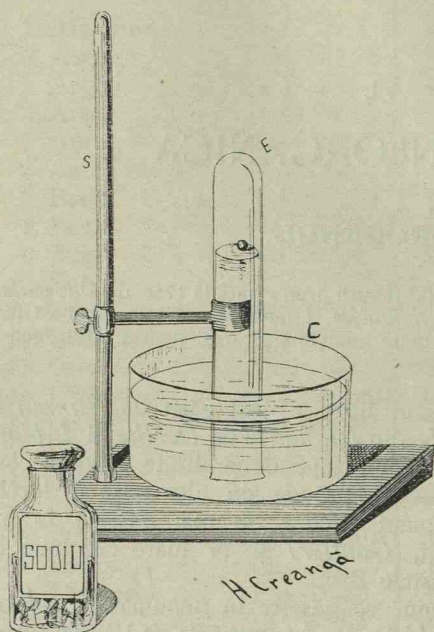

Fig. 21. Descompunerea apei prin sodiu.
**Experiență.** Uplem eprubeta *E* cu apă, o astupăm cu degetul cel gros și o virim cu capătul astupat în apa din cristalizorul *C*. Luăm degetul și fixăm eprubeta la suportul *S*, fig. 21. Ne ștergem bine pe mâini. Scoatem o bucățică de sodiu din borcan, o ștergem bine de petrol cu o hârtie de filtru, o curățim